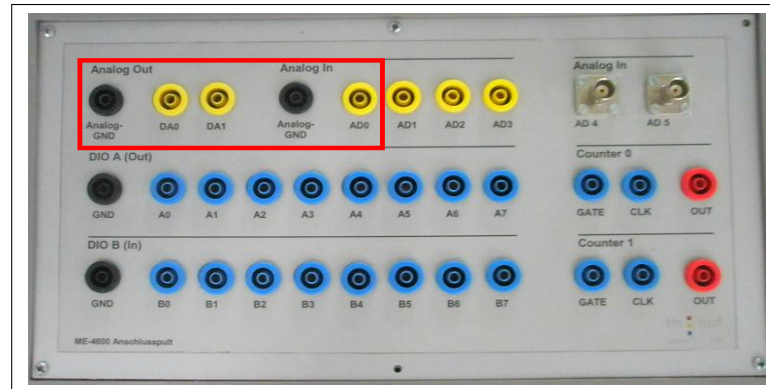

Abbildung 3.5: Buchsen der Anschlussbox zur Meilhaus-Karte
9. **Meilhaus-Karte:** Dient als Schnittstelle mit dem PC. Benötigt werden lediglich die in Abb. 3.5 eingerahmten Buchsen.